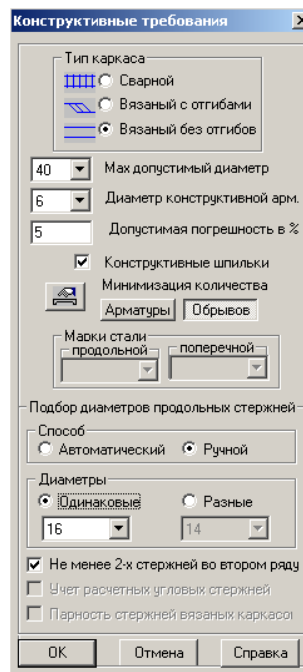

Рис.6.3.8. Окно диалога **Конструктивные требования**
- В открывшемся окне диалога **Конструктивные требования** (рис. 6.3.8) выполните следующие действия: